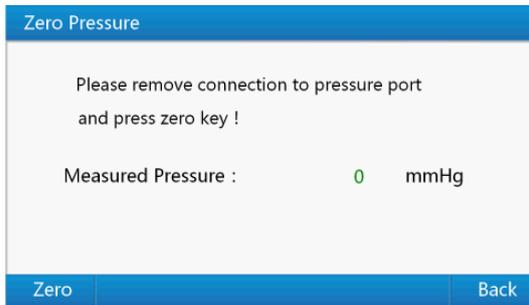

Figura 8 Interfaccia di azzeramento della pressione
- 2) Utilizzare i tasti su o giù all'interno di **“System Setup Menu”** per selezionare **“Zero Pressure”**, quindi premere il **“tasto di Invio”** per accedere all'interfaccia di azzeramento della pressione mostrata nella Figura 8.